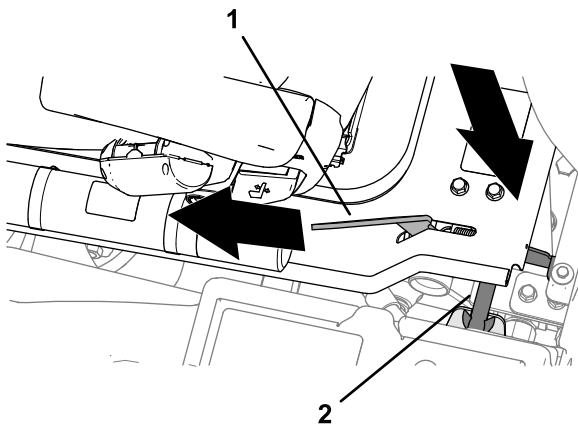

Bild 45
2. Wenn die Plattform beinahe in der vollständig abgesenkten Position ist, bewegen Sie den Sperrriegelgriff der Plattform (Bild 45) zur Vorderseite der Maschine.